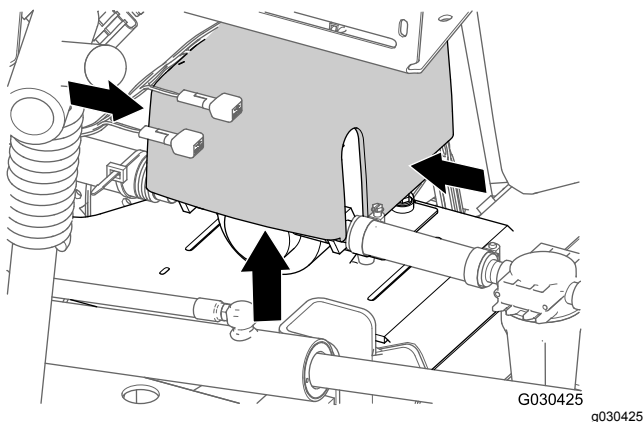

図 5
1. 機体後部で、すずぎ用ポンプのカバーを両側から押し、カバーについているタブがサドルプレートのスロットをかわすまでカバーを上を持ち上げて、カバーを取り外す 図 5。